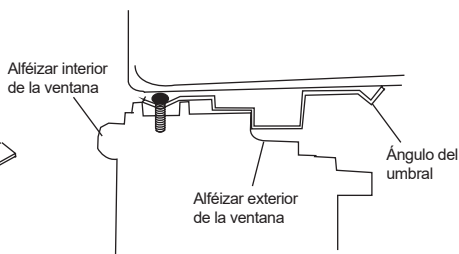

Fig.12
2. Coloque el gabinete en la ventana con el ángulo del alféizar inferior firmemente asentado sobre el alféizar de la ventana como se muestra. Baje la ventana temporalmente detrás del ángulo superior para mantener el gabinete en su lugar (Fig. 12).